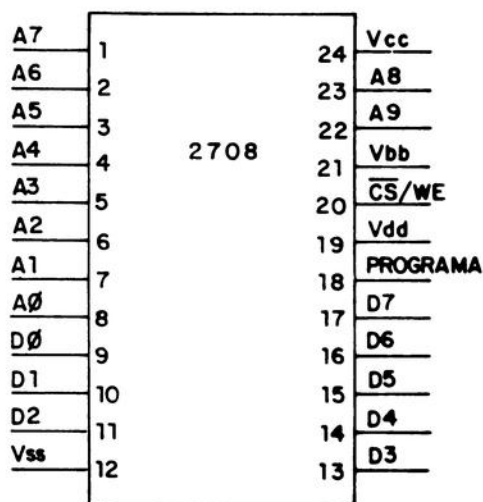

figura 4-2 - ROM 2708
A ROM 2708 de 1 Kbyte (figura 4-2) tem 24 pinos, sendo 10 deles para endereçamento (A0-A9) e 8 para dados (D0-D7). Em operação ela precisa de + 5 Volts em Vcc (pino 24), 0 Volts em Vss (pino 12), 0 Volts em Vss (pino 12, aterrado) e - 5 Volts em VBB (pino 21). Quando ocorre um sinal nível baixo (0) em CS/WE ("chip select/write enable", seleção de chip/habilitação de escrita) aparecem nos pinos de dados os níveis lógicos correspondentes ao endereço que está sendo aplicado. Observe que temos lógica negativa para CS.